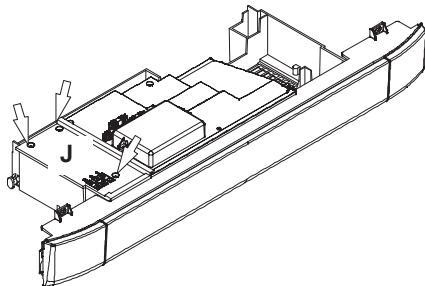

рисунок 5.5
- Ослабьте винты J и снимите сервисную панель (рисунок 5.5).